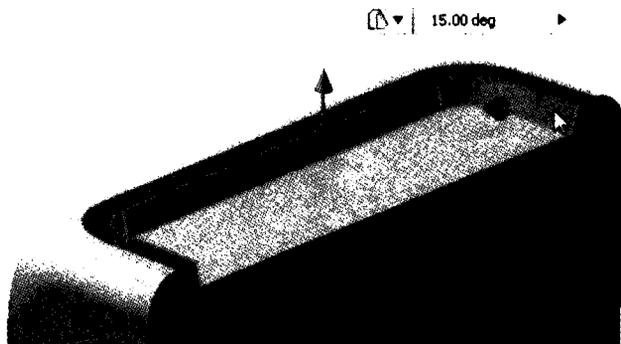

Рис. 7.20. Как в других элементах, в Наклонной грани появляются стрелки, которые можно перетаскивать, чтобы изменить угол
5. Затем выберите грань кармана и установите угол 15 градусов, как показано на рис. 7.20.